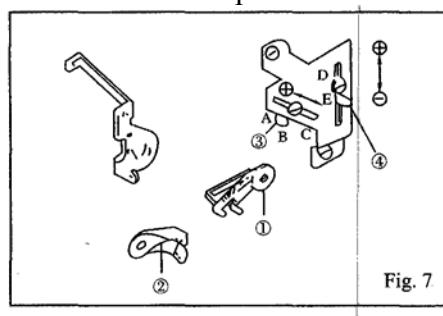

Fig. 7
3. Контроль петлителя нити, Рис. 7